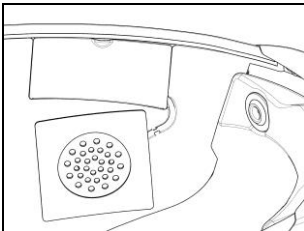

Fig. 10
- Placer le haut-parleur gauche dans son logement en insérant le câble dans la rainure prévue à cet effet. Si nécessaire, fixer l'oreillette en utilisant la colle fournie (Fig. 10).